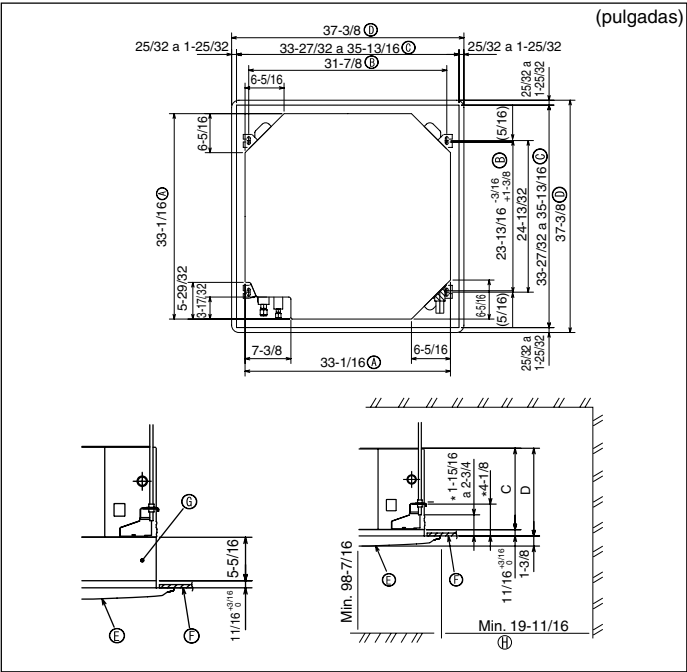

Fig. 3-2
④	Abrazadera	8
⑤	Tornillo con arandela (M5 × 25) para montar la rejilla	4
⑥	Tubo de desagüe	1
⑦	Aislante	1
3.2. Apertura del techo y ubicación de los tornillos de suspensión (Fig. 3-2)
- Las dimensiones de la apertura del techo pueden ajustarse dentro de los valores indicados en la Fig. 3-2; centre la unidad principal en la apertura asegurándose de que los lados opuestos respectivos alrededor de la apertura sean idénticos.
- ① Lado exterior de la unidad principal
- ② Paso del tornillo
- ③ Apertura en el techo
- ④ Lado exterior de la rejilla
- ⑤ Rejilla
- ⑥ Techo
- ⑦ Caja multifuncional (opcional)